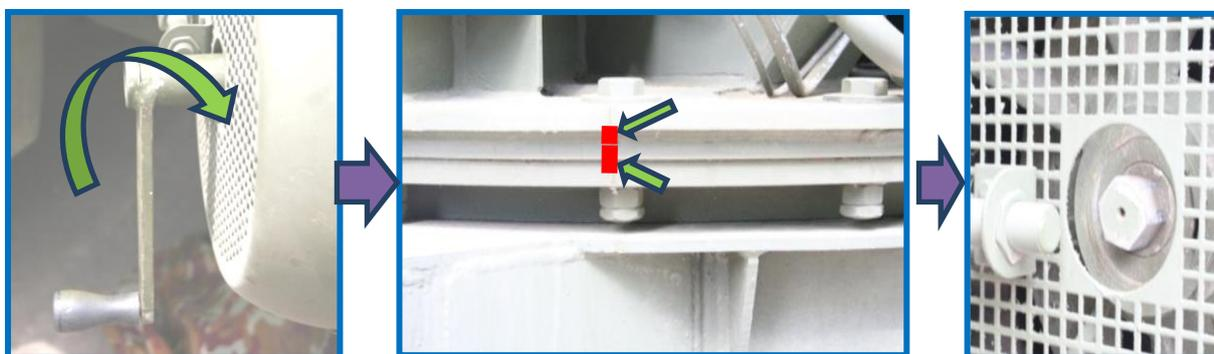

Рис. 2.15. Установка антенны в походное положение путем совмещения меток на подвижной и неподвижной частях привода
4. Вращением ручки ручного привода по кратчайшему пути установить антенну в походное положение, совместив метки на подвижной и неподвижной частях привода (рис. 2.15).